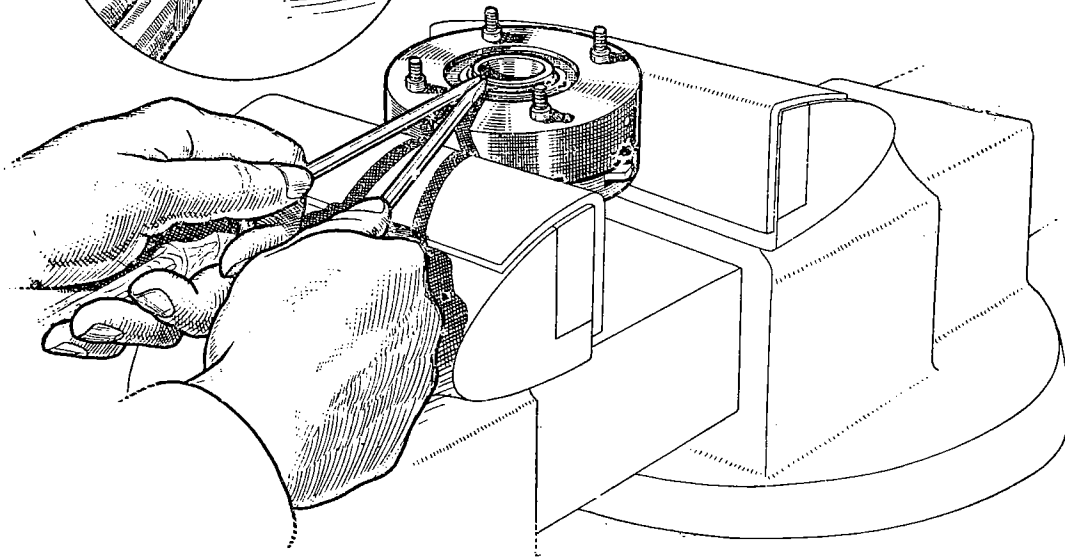

FIG. 39 — OUVERTURE DU BOITIER DE DÉCLIC
h) **Ouverture du boîtier de dé clic** (fig. 39 et 40) :